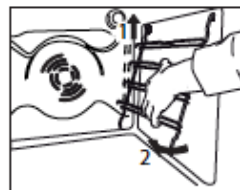
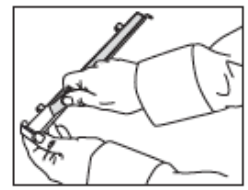
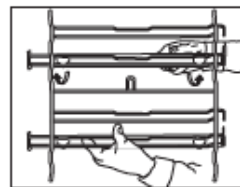

Fig. 1
Fig. 2
Fig. 3
Votre nouvelle cuisinière est fournie avec 2 supports d'étagères chromés emballés dans le four avec les grilles. Il faut noter que les tiges supérieures sont plus longues, donc la partie inférieure et les crochets sont à l'arrière du four. Voir fig. 1. Le haut du support de grille s'engage dans des fentes de la paroi latérale du four comme indiqué sur la Fig. 2. Une fois inséré en haut, poussez les tiges inférieures dans les fentes inférieures dans les parois latérales du four. Laissez maintenant les supports de grille s'abaisser légèrement et se mettre en prise. Voir Fig. 3
1. Enlevez les grilles de support latérales (Fig. 1)
2. Enlevez la protection en plastique des gradins coulissants (Fig. 2).
Appuyez ensuite sur la partie inférieure des gradins coulissants contre la grille de support jusqu'à l'emboîtement (Fig. 3).